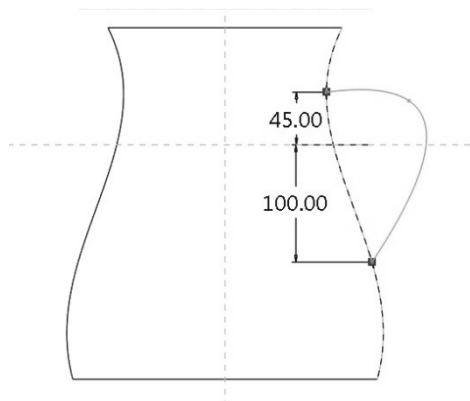

图 4-98 扫描轨迹
(3) 单击【模型】→【形状】模块的  扫描 命令，弹出扫描操控面板，选择操控面板上的  按钮。在操控面板右侧单击  按钮，在下拉菜单中选择  工具，进入草绘基准曲线的环境。选择 TOP 平面作为绘图平面，绘制如图 4-98 所示的曲线。曲线两端点需对齐在实体边界上。绘制完成后，单击  确定扫描轨迹的绘制。
(4) 单击扫描操控面板上的继续扫描  命令。在【参考】下拉菜单中，选择刚绘制的曲线